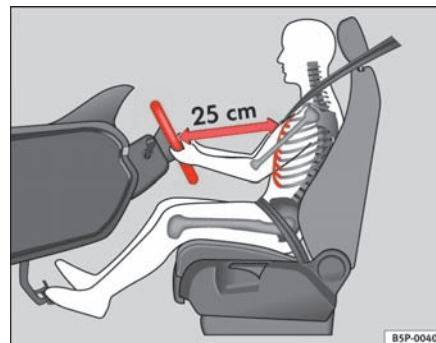

Fig. 112 Sådan sidder føreren korrekt.
- Indstil rattet, så du får den ønskede indstilling $\Rightarrow$ fig. 112.
- Indstil førersædet eller rattet, så afstanden mellem rattet og din brystkasse er mindst 25 cm ⇒ fig. 112. Hvis du ikke overholder minimumsafstanden, kan airbagsystemet ikke beskytte, som det skal – livsfare!